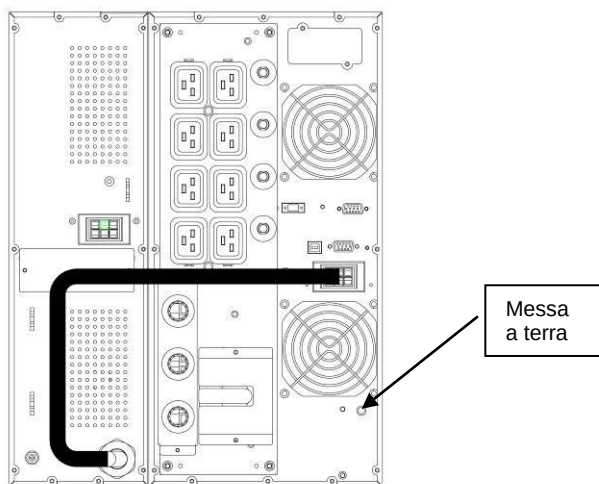

Figura 6: XANTO S 10000 con BP, Tower (vista posteriore)
1. Collegare ogni pacco batterie alla messa a terra (vite sul lato posteriore) mediante un cavo supplementare (min. AWG 8, 6 mm²) sul potenziale di terra (vedi Figura 6 in basso a destra).
3. Connettere tutti i collegamenti a innesto tra i pacchi batterie e l'UPS (vedi Figura 6). È possibile collegare all'UPS fino a quattro pacchi batterie.